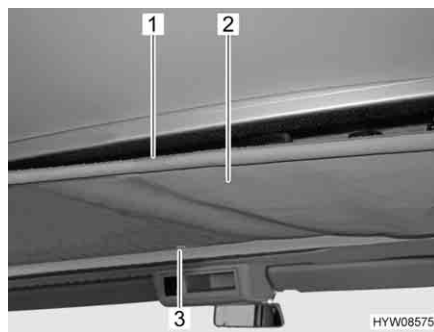

Fig. 17 Copertura
■ Sul soffitto della cabina di guida staccare o rimuovere il rivestimento (Fig. 17,2). Questa operazione si può eseguire in tre modi:
- Distacco della chiusura a velcro (Fig. 17,1) dietro
- Distacco dei bottoni automatici (Fig. 17,3) davanti
- Posizionare il rivestimento (Fig. 17,2) nel soffitto del tetto della cabina di guida.